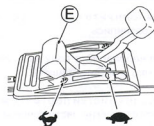

Рис. 7.
- Проверьте, чтобы во время рывка рукоятки стартера (V) за Вами никого не было.
- Крепко держите за рукоятку стартера (V), когда дергаете за нее.
- Плавно возвращайте рукоятку стартера (V) на место.
5 Пере использованием прогрейте машину. После прогрева двигателя начинайте стрижку травы, переводя рычаг газа (E) в положение "N". (См. рис. 7.)